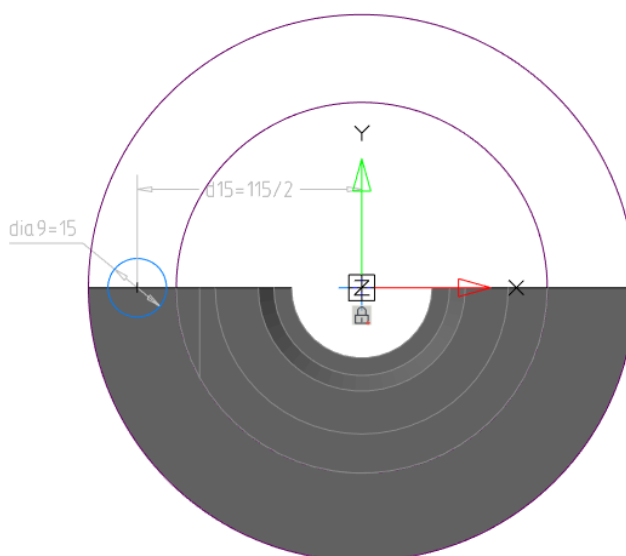

Рис. 27. Эскиз для отверстий $\varnothing 15$
8.1. Для этого постройте эскиз отверстия на торце ступени большего диаметра. Используйте привязки, чтобы точно позиционировать отверстие относительно центра (рис. 27).